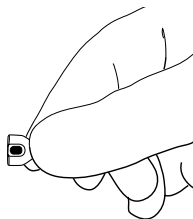

Figure 13. Saisie de la partie fuselée.
1. Saisir du pouce et de l'index la partie fuselée du connecteur de pompe sans suture (Figure 13).